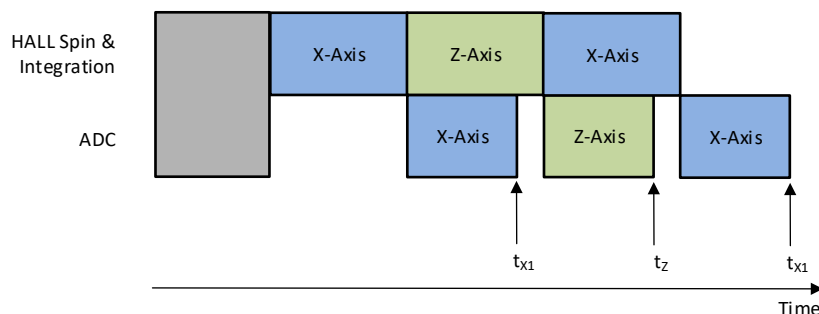

图 8-3. XZX 磁场转换
在绝对角度测量中，需要来自多个轴的应用传感器数据，才能计算出精确的角度。在不同时间通过同一信号链收集的磁场数据会在角度计算中引入误差。TMAG5170 提供伪同步采样数据收集模式来消除此误差。图 8-3 显示了一个示例，其中 MAG_CH_EN 设置为 1101b 来收集 XZX 数据。方程式 14 显示了 X 和 Z 传感器数据的时间戳相同。
- t_{x1} 、 t_z 、 t_{x2} 是 X、Z、X 传感器数据完成的时间戳，如图 8-3 中定义。